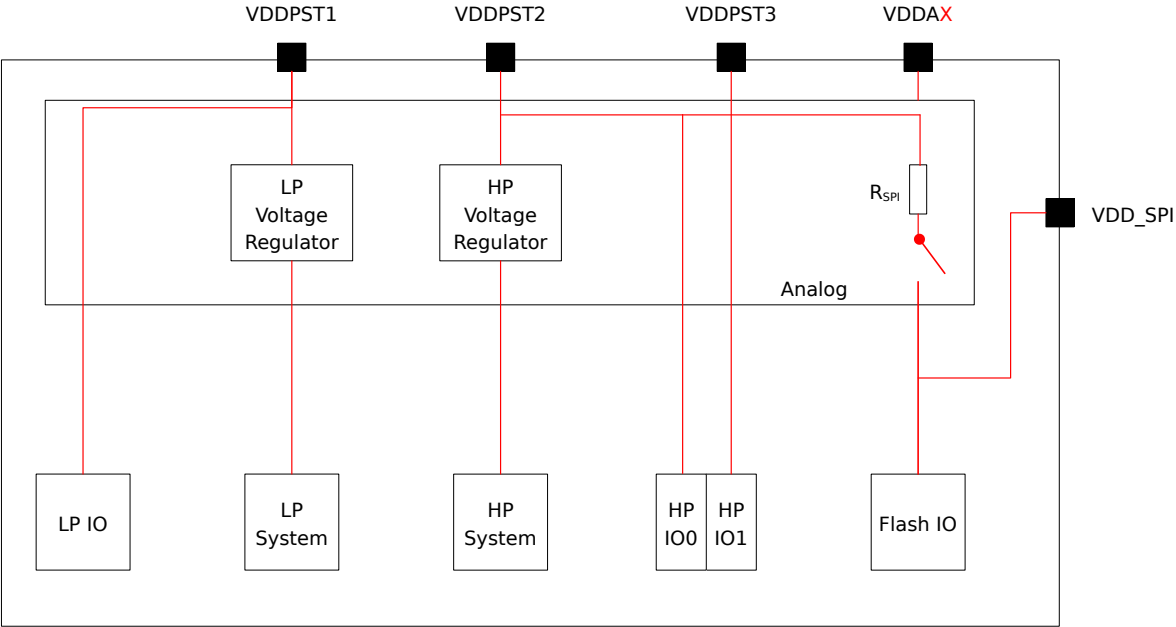

图 2-2. ESP32-C5 电源管理
- 4 LP IO 管脚即由 VDDPST1 供电的管脚，如图 2-2 ESP32-C5 电源管理 所示，也可参考表 2-1 管脚概述 > 供电管脚一栏。
电源管理如图 2-2 ESP32-C5 电源管理 所示。